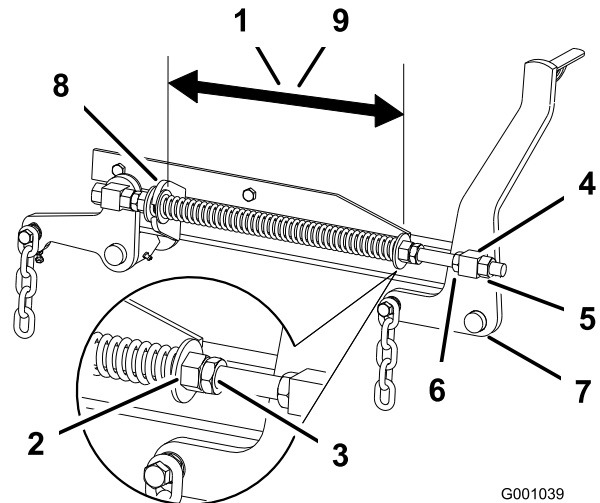

Figura 84
2. Compruebe la distancia entre las dos arandelas grandes, que debe ser de 26,7 cm (10-1/2 pulgadas) para plataformas de cortacésped de 60 pulgadas, o 29,2 cm (11-1/2 pulgadas) para plataformas de cortacésped de 72 pulgadas (Figura 84).
3. Ajuste esta distancia aflojando la contratuerca elástica y girando la tuerca que está delante de cada muelle (Figura 84). Gire la tuerca en el sentido de las agujas del reloj para acortar el muelle y en el sentido contrario a las agujas del reloj para alargar el muelle.
4. Fije la tuerca en la posición deseada apretando la contratuerca elástica (Figura 84).